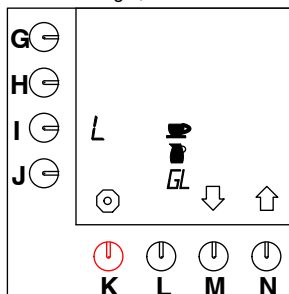

Fig. 21 Enheter som kan väljas
- Liter = L, Gallon = G (= 3.7853 L), Mugg, Kopp (fig. 21).